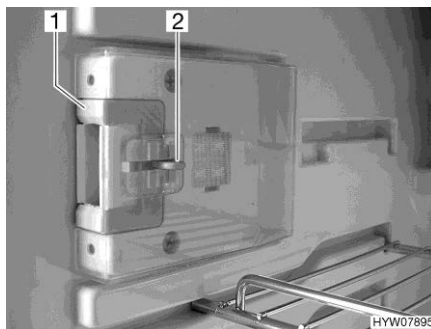
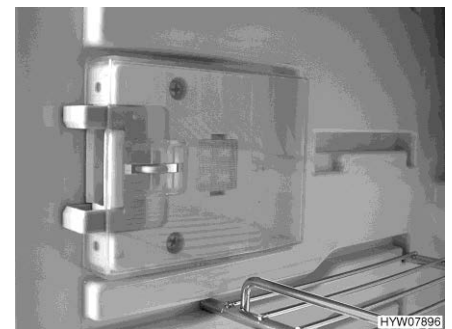

Bild 189 Låsanordning (normalläge)
Bild 190 Låsanordning (ventilationsläge)
■ Tryck in frigöringen (Bild 189,2).
■ Skjut låsanordningen (Bild 189,1) framåt (Bild 190).